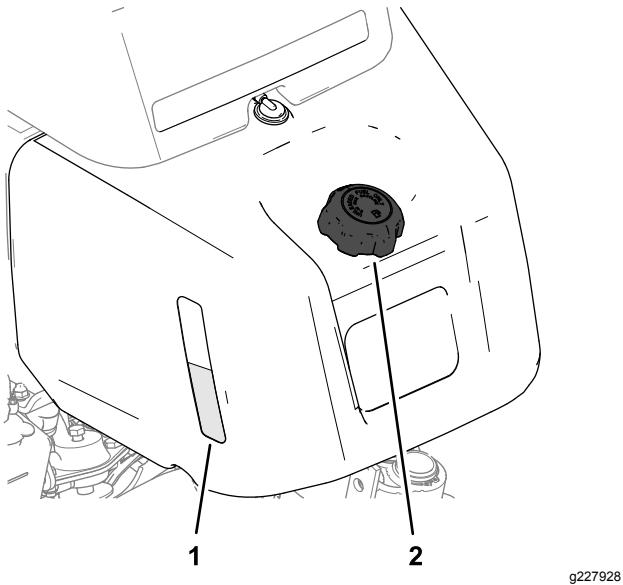
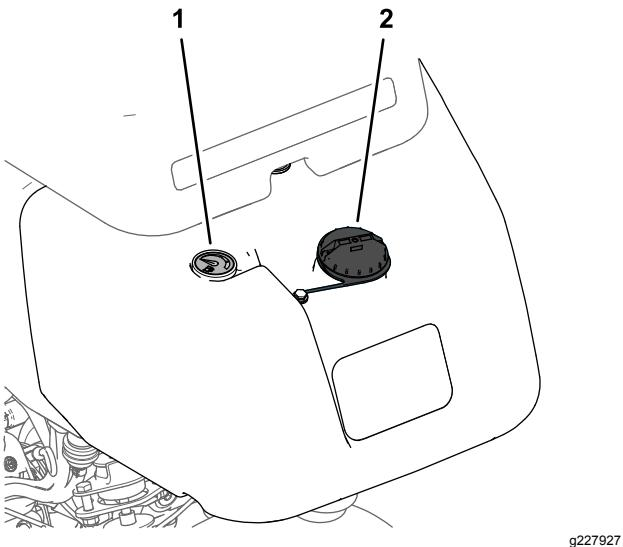

Figure 22
Figure 23
1. Nettoyez la surface autour du bouchon du réservoir de carburant et enlevez le bouchon (Figure 22 ou Figure 23).